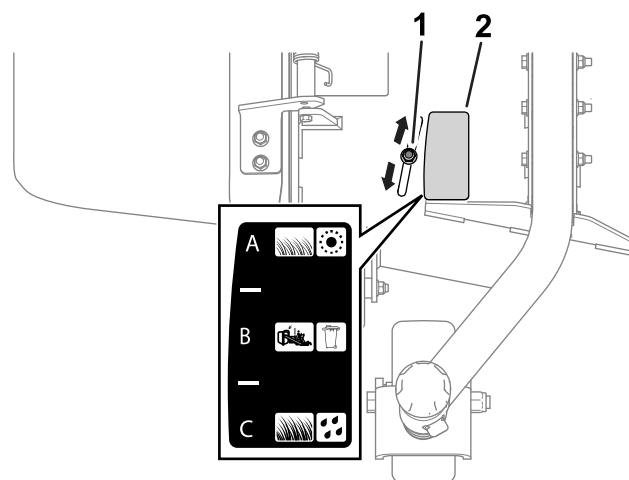

Figura 14
2. Allentate il dado (Figura 14).
Fate riferimento alle sezioni seguenti per una descrizione di ciascuna posizione del deflettore di flusso. Figura 14 mostra ogni posizione (vale a dire, A, B, e C) come appare sull'adesivo.